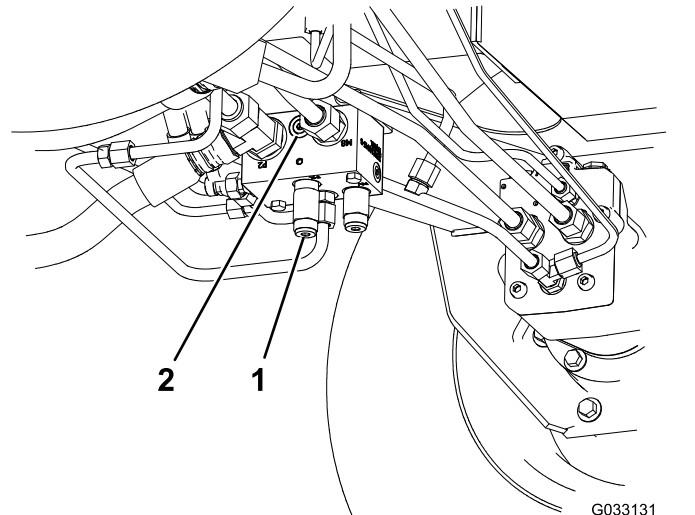

图 41
1. 在后牵引歧管端口 M8 与 P2 之间的未标记端口安装诊断接头图 41